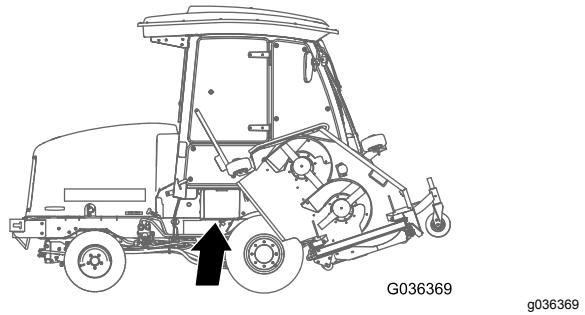

Figure 81
1. Ouvrez le couvercle de la batterie sur le côté du carénage (Figure 81).
**Remarque:** Appuyez sur la surface plate au-dessus du couvercle de batterie pour faciliter la dépose du couvercle (Figure 81).